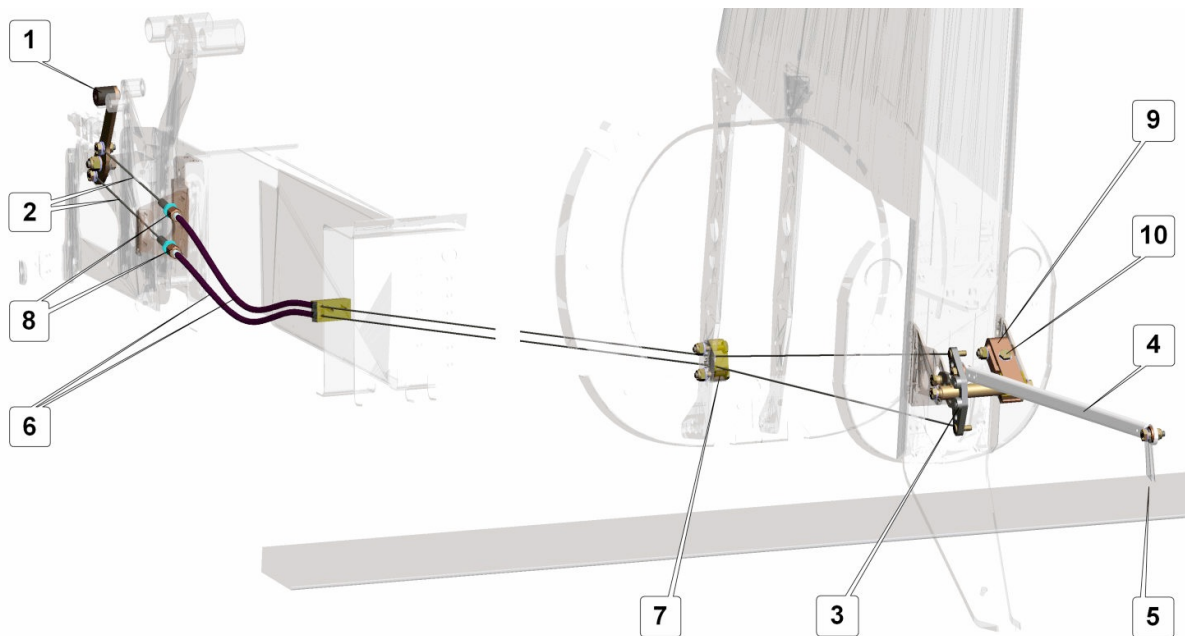

Fig. 5 Commande du volet de compensation du PHM
La commande du volet de compensation du PHM (**Fig.5**) est un ensemble composé d'une manette (1), deux câbles de $\varnothing 1.5$ mm (1/16 in) (2), un levier coudé (3), une attache de friction (9) et une bielle (4).